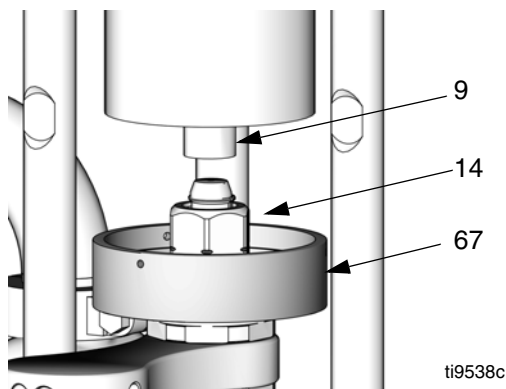

FIG. 7. Positionera uppsamlare
2. Jogga motorn för att röra glidpistongen (9) uppåt för att ge tillräckligt spelrum för att passa in uppsamlaren (67) mellan glidcylindern och pistongkolen.
3. Se FIG. 7. Positionera uppsamlaren (67) över kopplingsmuttern (14) och släpp ner den på pumpens pistongkolv.